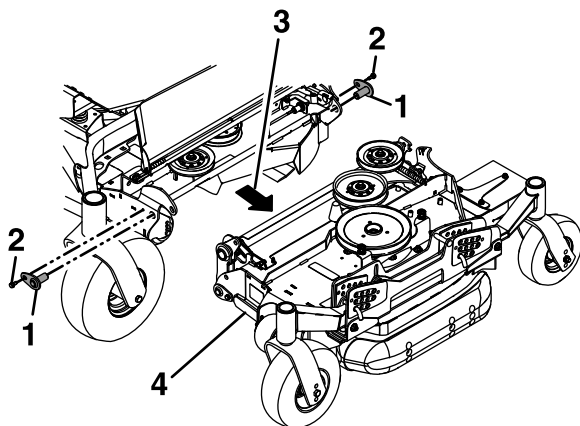

Figure 86
- Retirez et conservez les boulons qui fixent les axes de pivot supérieurs au tablier, et retirez les axes de pivot (Figure 86).
- Tirez le tablier latéral vers l'extérieur pour le séparer du tablier central (Figure 86).
Alignez et insérez les axes de pivot supérieurs à l'avant et l'arrière du tablier, et fixez-les en place avec les boulons retirés précédemment (voir Figure 86).